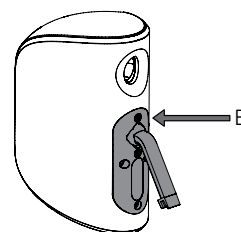

Abbildung 14
Wird der Lautsprecher bei Wandmontage vertikal ausgerichtet und möchten Sie nicht den maximalen Neigungswinkel einstellen, sondern möglichst die Wandhalterung hinter dem Lautsprecher verstecken, so lösen Sie Schraube (B) und drehen das Gelenkstück um weitere 90°. Ziehen Sie die Schraube anschließend wieder fest (siehe Abbildung 14).